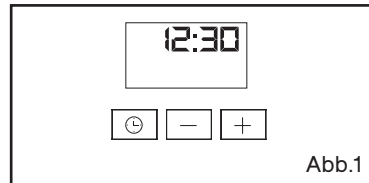

Abb.1
- Prüfen, dass der Programmierer die Tageszeit anzeigt und diese nicht blinkt (Abb.1).